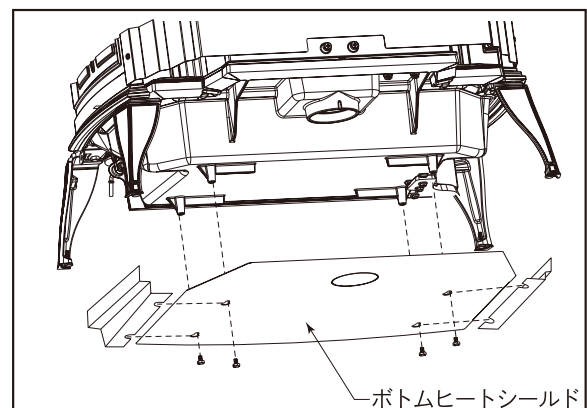

図4 ボトムヒートシールドの取り付け
2. 4つのボルトをすべて、キーホールの大きい方の端に通し、シールドを手前に引いてキーホールスロットの小さい方の端と合わせます。(図4)